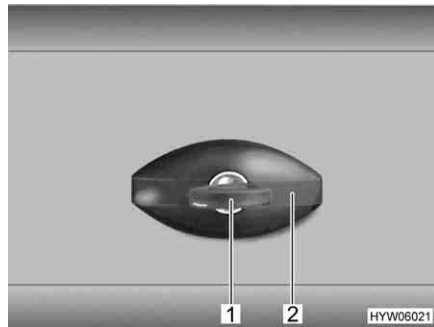

Bild 46 Lucklås, ellipsformat, låst
- Stick in nyckeln i låscylindern (Bild 46,1) och vrid ett kvarts varv moturs. Låshandtaget (Bild 46,2) frigörs.